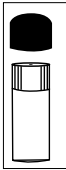

Figura 3A
- 2. Remova a tampa de vinil do frasco para expor o orifício de fuga pequeno como mostrado na Figura 3A abaixo. NÃO REMOVA O TAMPÃO PRETO DO FRASCO.